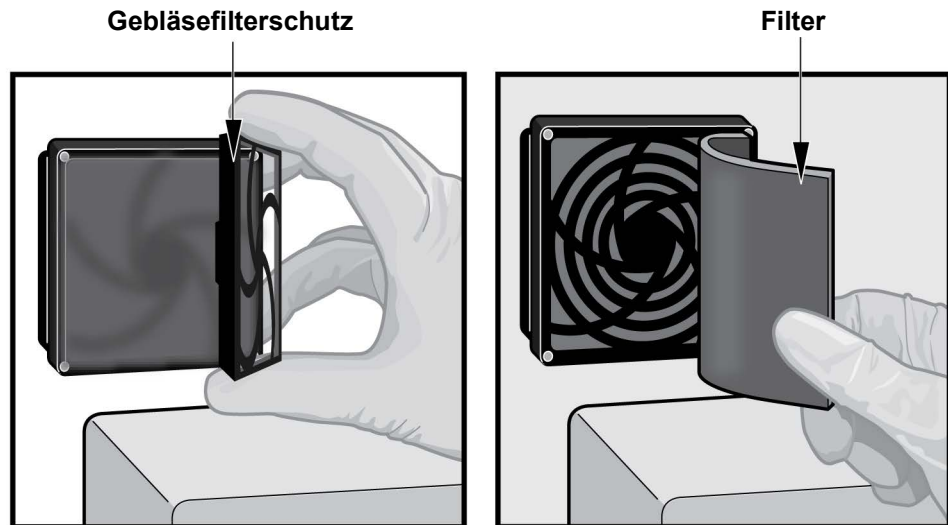

Abbildung 9-19. Abnehmen des Gebläsefilterschutzes
Beim **GX-IV-R1** befindet sich unter der Rückwand kein Filter. Der Nutzer kann die mit einem magentafarbenen Quadrat gekennzeichneten Gebläse nur von außen reinigen/ Staub entfernen, wie in Abbildung 9-19 beschrieben. Wenn das GeneXpert-Instrument eine Rückwand wie die gezeigte besitzt, ist es für alle Arbeiten an den Gebläsefiltern erforderlich, die Instrumente durch vorheriges Ziehen aller Stecker vom Stromnetz zu trennen.
Reinigen Sie die Gebläsefilter einmal in der Woche oder bei Bedarf häufiger. Das GeneXpert GX-XVI R1 ist mit vier Gebläsefiltern ausgestattet. Die Gebläsefilter befinden sich an der Rückseite des GX-XVI R1. Siehe Abbildung 9-19. Hierfür benötigen Sie folgende Materialien:
4. Nehmen Sie den Gebläsefilterschutz vorsichtig vom Gebläsegehäuse ab (vgl. Abbildung 9-19) und legen Sie ihn bis zum Ende des Filterausbaus zur Reinigung beiseite.
5. Nehmen Sie den (die) schmutzigen Filter zur Reinigung heraus. Siehe Abbildung 9-19.